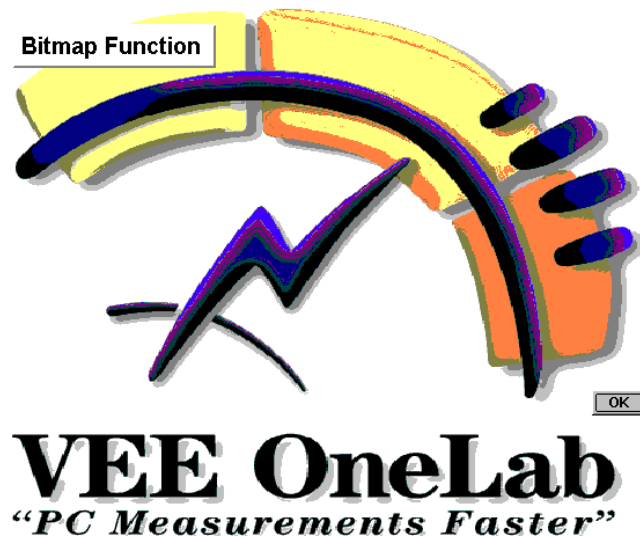

図 8-22. Bitmap Function
8. メイン・ウィンドウに行きます。[Device] ⇒ [Call] をクリックしてから、オブジェクト・メニューで [Select Function] をクリックし、[Bitmap] を選択します。プログラムを実行します。ポップアップ・ボックスは図 8-22 のように表示されます。